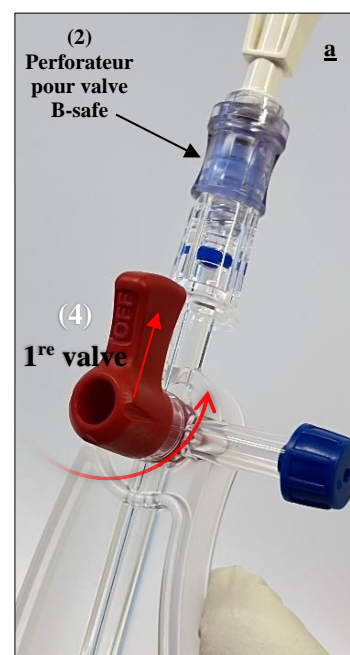

Fig. 33 Rotation de la première valve vers la position OFF pour isoler la poche d'acide
- a) Tournez la première valve de la rampe de robinets (4) pour l'aligner avec le perforateur pour valve B-safe (2). Cela ferme la voie d'écoulement depuis la poche d'acide chlorhydrique, et prévient l'entrée ou la sortie de solution ou d'air pendant le processus de remplacement. (Voir Fig. 33.)